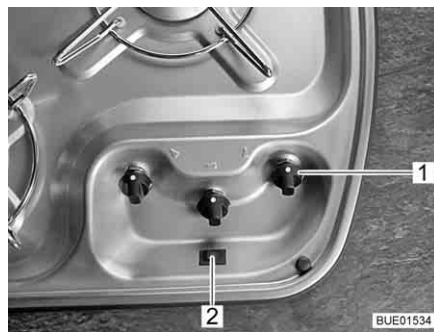
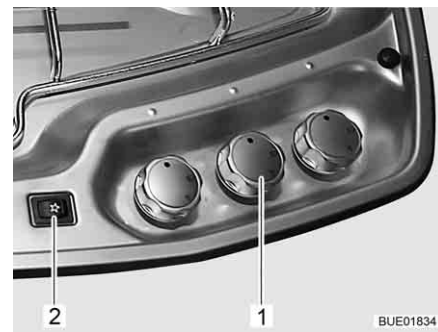

Fig. 199 Elementos de mando para la cocina de gas (Viseo)
Fig. 200 Elementos de mando para la cocina de gas (Elegance)
- Girar el regulador giratorio (Fig. 199,1 ó bien Fig. 200,1) correspondiente al quemador deseado a la posición de encendido (llama alta).
- Presionar el botón de encendido (Fig. 199,2 ó bien Fig. 200,2). En el quemador se producen chispas de encendido.